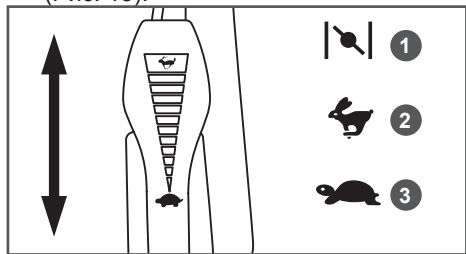
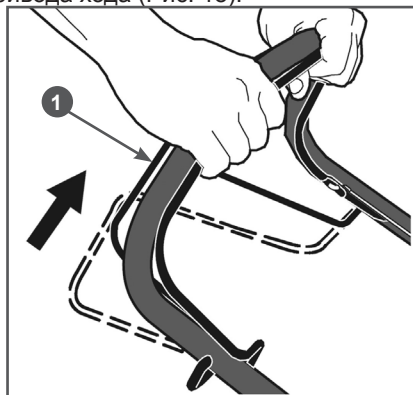

Рис. 15 Положения рычага газа (вид сверху)
Рис. 18 Включение привода хода
2. Для запуска двигателя закройте воздушную заслонку карбюратора, для этого переведите рычаг газа 7 (Рис. 1) в положение «1» (вперёд до упора) (Рис. 15).
- После запуска двигателя переведите рычаг газа в положение «3» (Рис. 15) и прогрейте двигатель на холостых оборотах в течение 30 секунд.
После запуска прогретого двигателя работу можно начинать сразу, для этого переведите рычаг газа в положение «2» (Рис. 15).
2. Рычагом газа переведите двигатель в режим холостого хода (переведите рычаг газа в положение 3 (холостых оборотов) (Рис. 15)
В соответствии с разделом ЗАПУСК ДВИГАТЕЛЯ запустите двигатель и прогрейте его. После прогрева двигателя установите рычаг газа в положение 2 (максимальные обороты) (Рис. 15), затем включите привод хода, нажав рычаг 1 включения привода хода (Рис. 18).
Скашивание необходимо производить только на максимальных оборотах двигателя (рычаг газа в положении 2 (Рис. 15)). Уменьшение оборотов двигателя для снижения скорости движения газонокосилки допускается только на короткое, непродолжительное время. Постоянная работа двигателя газонокосилки на средних и холостых оборотах с целью уменьшения скорости движения газонокосилки (или возможной экономии топлива) запрещается. В противном случае, это приведет к скоплению нагара в камере сгорания, на поверхностях поршня и головки цилиндра, поршневых кольцах, выпускном клапане и глушителе. Также может произойти залегание поршневых колец, зависание выпускного клапана. Кроме этого, из-за недостаточной скорости лопастей и лезвий ножа снижается мощность создаваемого лопастями ножа воздушного потока и эффективность срезания и выброса травы, что может привести к ухудшению производительности скашивания, забиванию деки газонокосилки травой и увеличению нагрузки на двигатель. Выход двигателя газонокосилки из строя по всем вышеперечисленным причинам не будет являться гарантийным случаем.